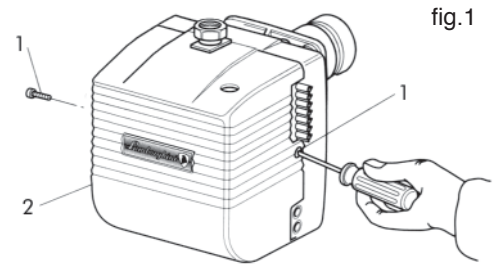

fig.1
Pour accéder aux éléments principaux, il suffit de retirer le coffre comme indiqué à la (fig.1).
- Fermer le robinet du gaz et détacher la rampe à gaz du brûleur. Dévisser les vis 1 et retirer le coffre 2 (fig.1).